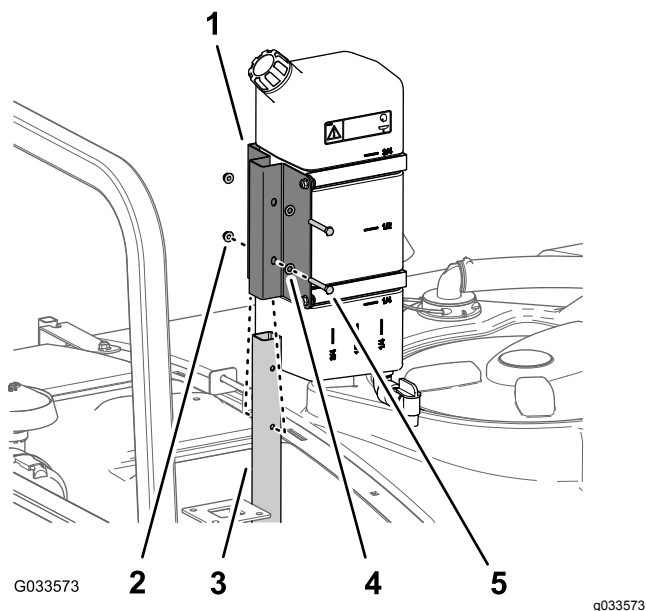

Рисунок 47
1. Установите бак пресной воды и крепление на опорную трубу с помощью 2 болтов (5/16 x 2¼ дюйма) и 2 фланцевых контргаек (5/16 дюйма), как показано на Рисунок 47.